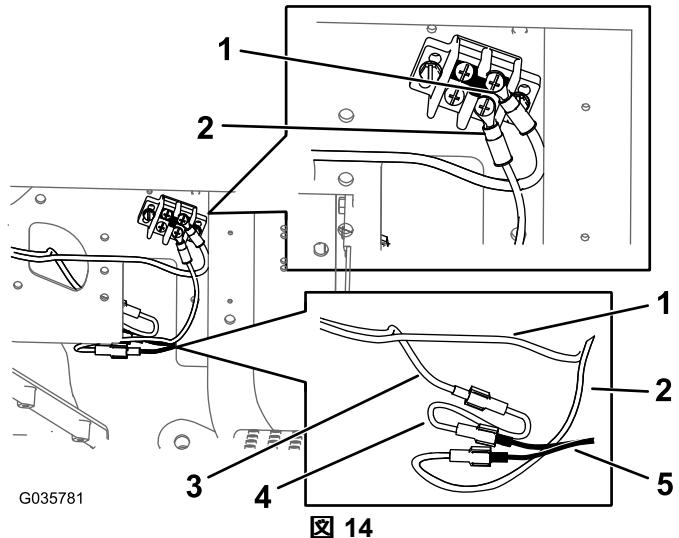

図 14
- C. アースブロックに、ワイヤハーネスのリング端子とアースアダプタハーネスを接続する図 14。
- D. パワー・アダプタ・ハーネスをワイヤ・ハーネスに接続する図 14。